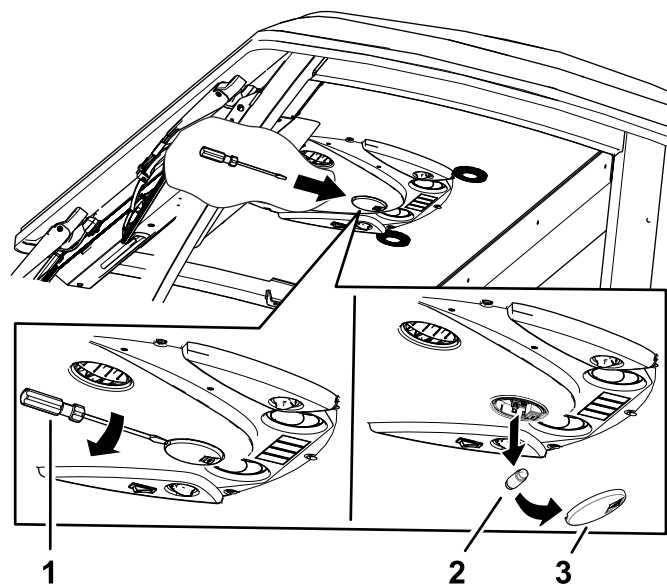

Bild 86
1. Verwenden Sie einen Schraubendreher, um die Lichtscheibe vom Bedienfeld zu entfernen (Bild 86).
2. Entfernen Sie das Leuchtmittel aus der Fassung (Bild 86).